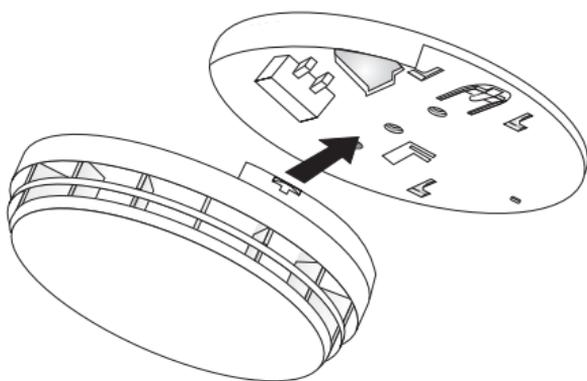

Fig 1b : Glissez le détecteur sur le socle de fixation
- Modèle Ei405TY et Ei405TYN : Le détecteur est équipé d'une pile lithium scellée qui s'active en glissant l'appareil sur le socle de fixation (voir la figure 1b). Appuyez sur le bouton Test. Un signal sonore doit retentir.
6. Alignez soigneusement l'appareil sur sa base et faites-le glisser comme le montre la figure 1b.